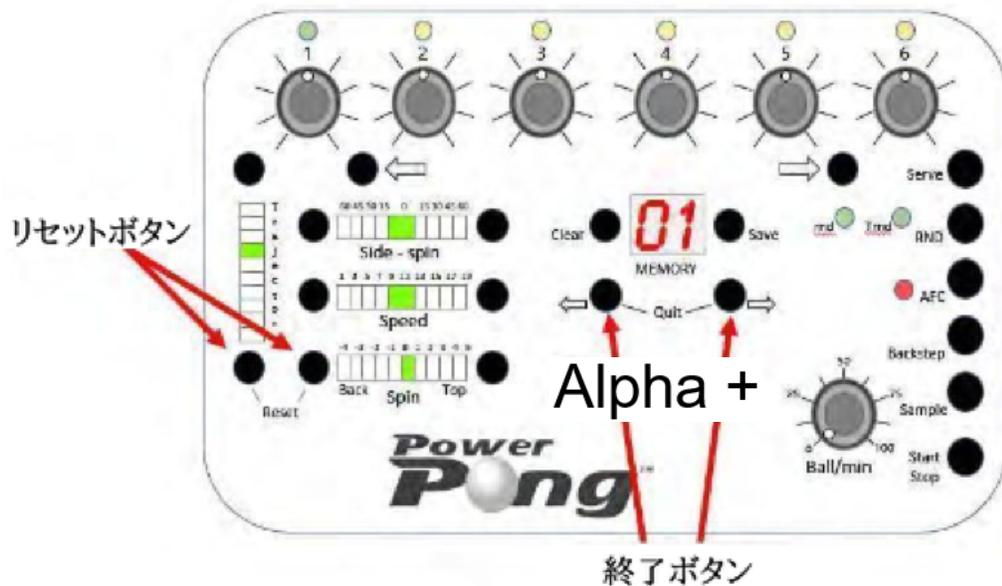

図 3-15
3.5.7 終了ボタン (図 3-15)
3.6 リセットボタン (図 3-15)